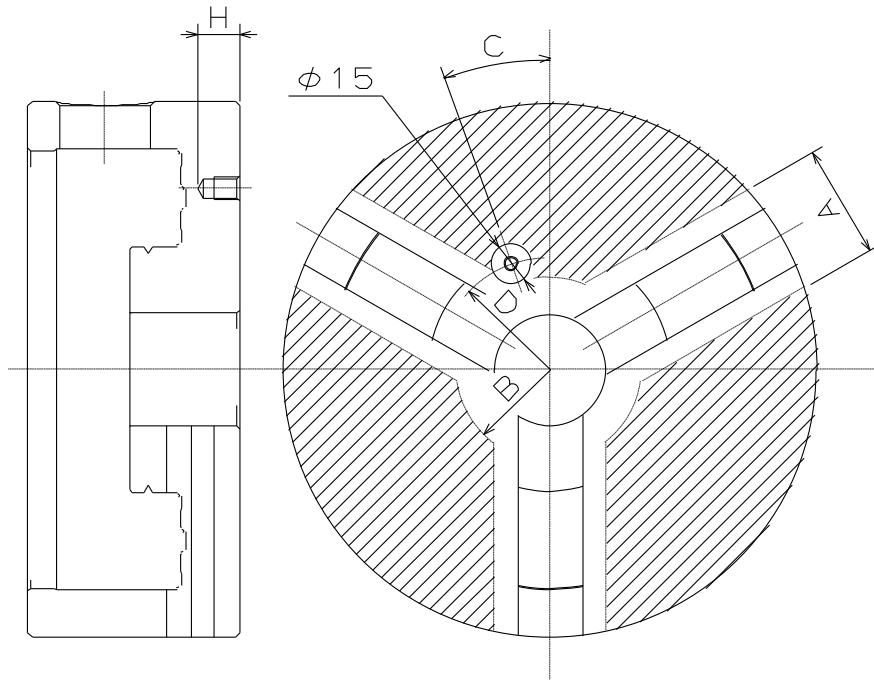

図 7
- ・ チャックボデー表面にロケータや治具を取り付ける場合は、図 7 に示す追加工範囲内に穴明けを行ってください。